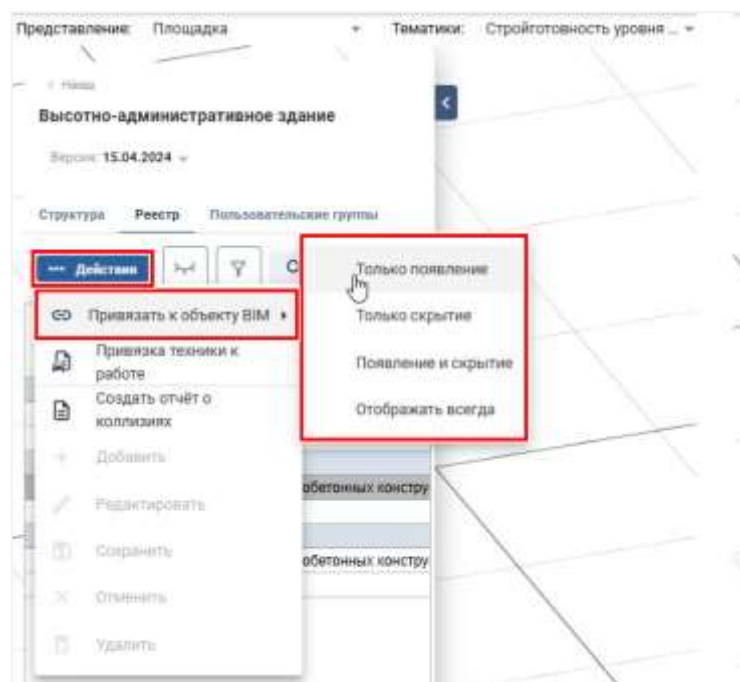

Рисунок 9. Вкладка «Реестр»: выбор действия «Привязать к объекту BIM» и типа привязки элементов к работе
- нажать на кнопку «Действие» → «Привязать к объекту BIM», в выпадающем списке выбрать тип привязки элементов дисциплины к работе из следующих возможных (Рисунок 9):